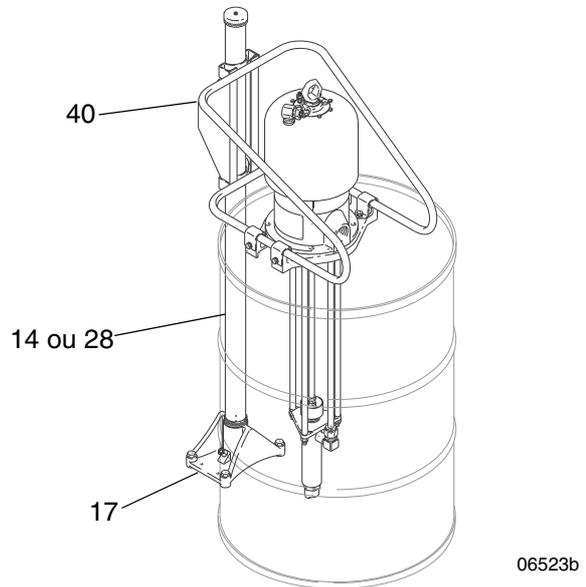
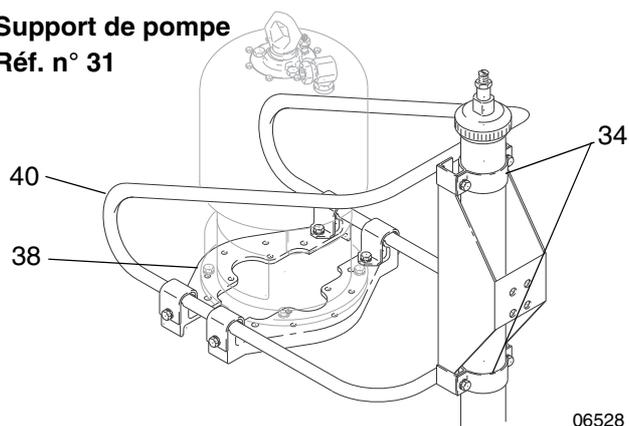

FIG. 1
FIG. 3
Placez un tambour ouvert contre l'embase de l'élévateur (17). Placez le support (40) en haut du tambour afin que les empreintes du collier (34) soient bien serrées contre le tube montant de l'élévateur (14 ou 28). Consultez les FIG. 1 et FIG. 3. Levez le tube d'environ 6,4 mm (0,25 po.), installez les colliers (34) et serrez-les bien. Fixez les supports de montage de la pompe (38).